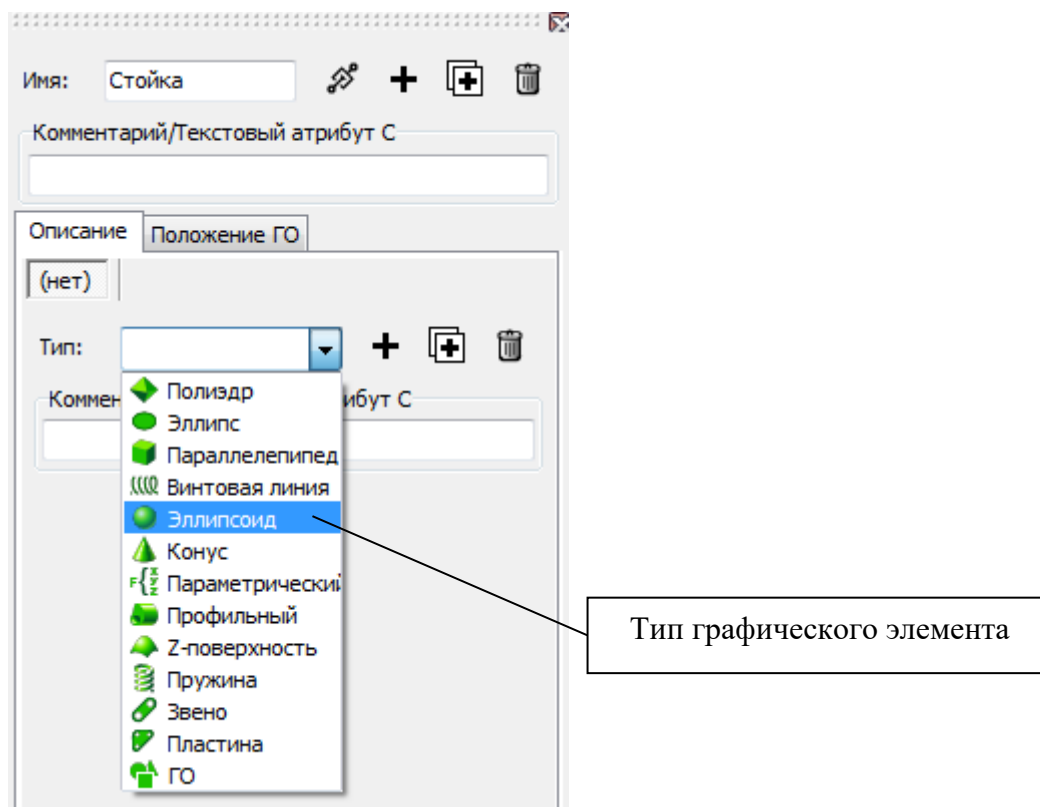

Рис. 1.6. Выбор типа графического элемента
1. Нажмите кнопку **Добавить графический элемент**, см. рис. 1.6.
2. Образовалась новая вкладка с именем, см. рис. 1.6